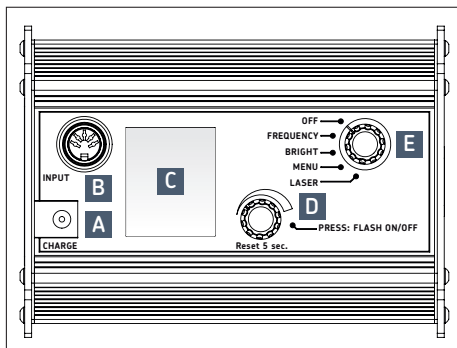

Fig. 1 – Estroboscópio SKF TKRS 41
### 5.1 Conectores (→ fig. 1)
1. Carregue o equipamento. Conecte o carregador ao soquete CHARGE (A) na parte de trás do equipamento (→ fig. 1).
2. Aponte o equipamento na direção de um objeto móvel e ligue o interruptor. Gire o seletor (E) um nível para a esquerda, para "FREQUENCY".